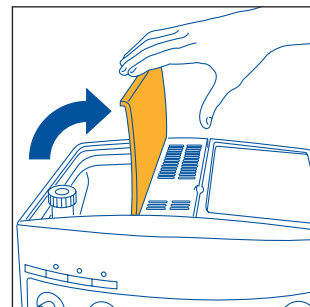

Fig.2
- Åpne lokket til beholderen for kaffebønner (fig. 2).